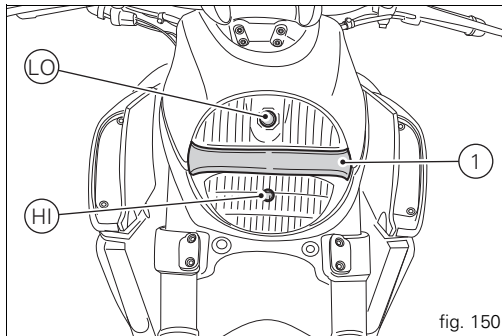

fig. 150
La fig. 150 illustre la position des ampoules des feux de croisement (LO), des feux de route (HI) et des feux de position à DEL (1).